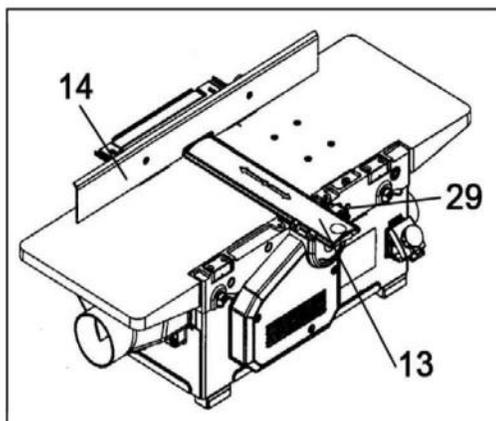

Рис. 21
- Кожух фиксируется скобой при помощи гайки-барашка (29) (См. Рис.21).